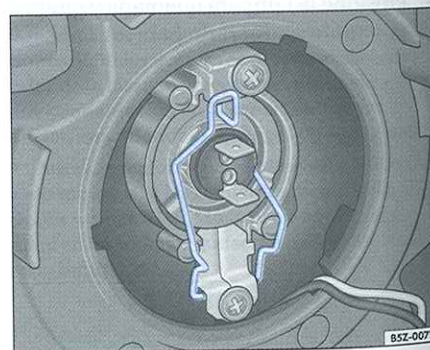

Fig. 152 Acceso a la lámpara del faro bajo
- Comprima el resorte de alambre ⇒ página 202, fig. 152 contra la lámpara y desplácela hacia la izquierda, para destruirla.